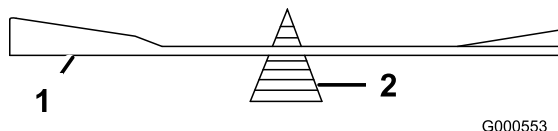

Figure 49
2. Vérifiez l'équilibre de la lame en la plaçant sur un équilibreur (Figure 49).